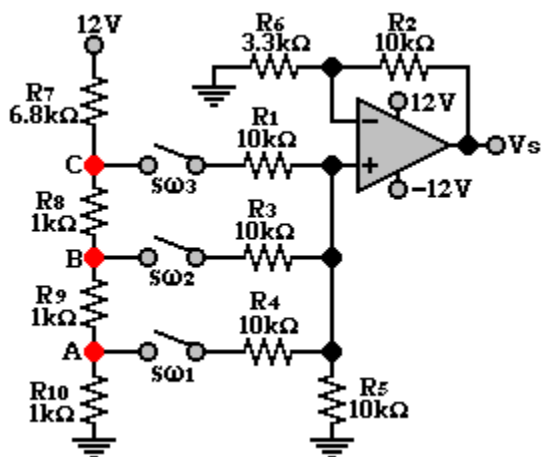

Figura 7.4
8. Arme el circuito de la figura 7.4.
- Describa brevemente con sus palabras el funcionamiento del circuito de la figura 7.4.